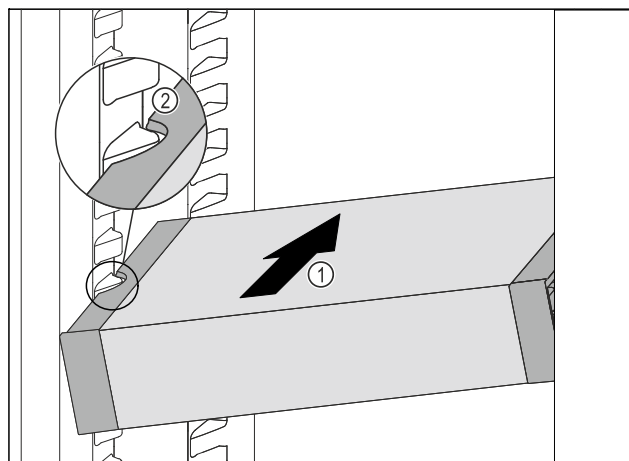

Fig. 122
- ▶ Двигайте VarioSafe под наклоном в холодильное отделение Fig. 122 (1), пока боковые выемки Fig. 122 (2) VarioSafe не окажутся на высоте выступа резервуара в холодильном отделении.